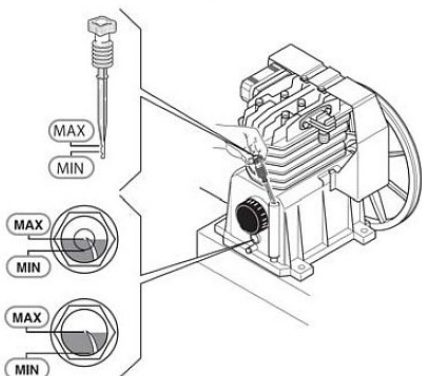

Fig. 4 : Indication du niveau d'huile
Étape 5 : Retirez la fermeture du logement du compresseur et insérez la jauge d'huile. Vérifiez le niveau d'huile. Le niveau d'huile doit se situer entre les repères maximum et minimum du voyant ou de la jauge (Fig. 4).